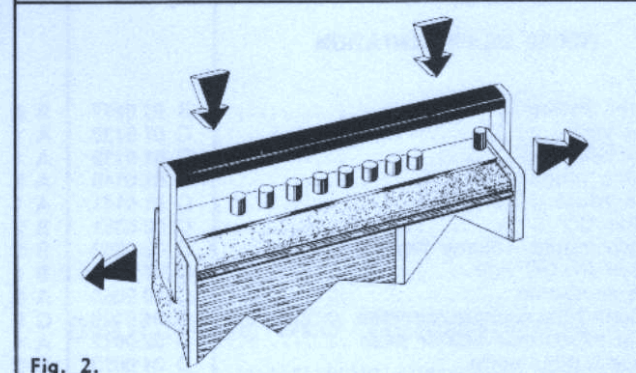

Fig. 2.
- 4) Retirer la poignée en appuyant d'abord sur le dessus, et en écartant légèrement les branches (fig. 2).